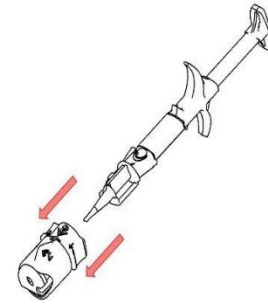

Fig. 3
7. Adaptörü döndürülebilir halkayla birlikte şekilde '4' ile(Fig 3) belirtilen biçimde çekerek çıkarın ve atın.